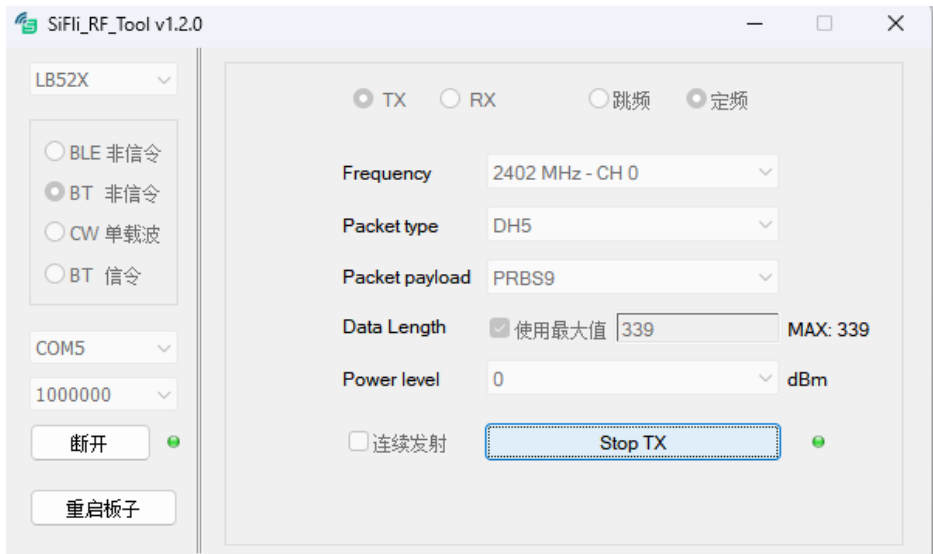

图 3-6
- 点击 Start tx，按钮右侧灰色点变成绿色点，表示发送成功，可在综测仪上看对应指标参数，如图 3-6。